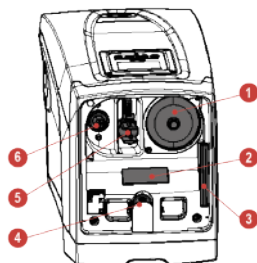

Figure 3
- Le logement technique permet d'accéder à (voir Fig.3) :
Le vase d'expansion est pré-chargé d'air sous pression à l'aide de la vanne accessible depuis le logement technique (Fig.3, point 1). La valeur de pré-charge avec laquelle le vase d'expansion est fourni par le constructeur correspond aux paramètres SP et RP paramétrés par défaut, et répond en tout cas à la formule suivante :